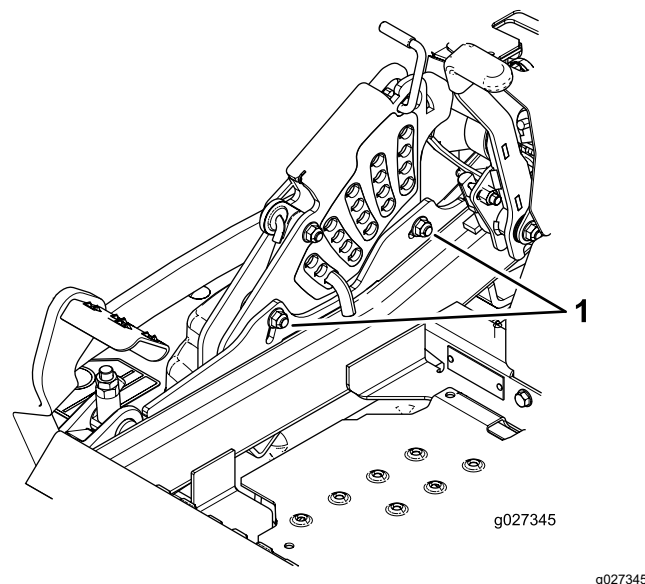

**Figura 114**
10. Mettete a punto il dado di regolazione sul gruppo di sollevamento del piatto di taglio anteriore ruotandolo (Figura 114).
16. Mettete a punto la vite di regolazione ruotando fino a un'altezza di 8,3 cm (vedere Figura 114).